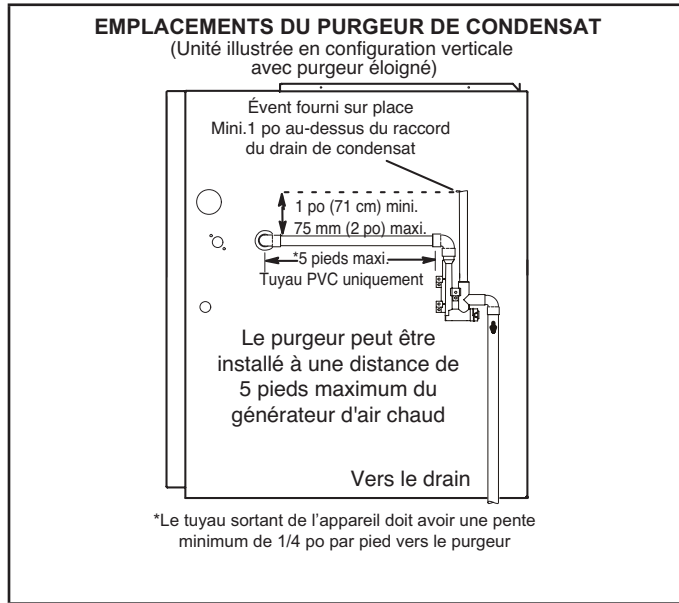
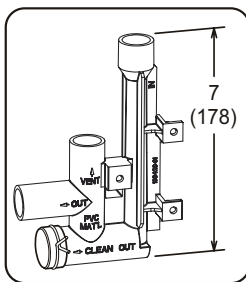

FIGURE 48
FIGURE 54
Cette unité est prévue pour une sortie à gauche ou à droite du tuyau de condensat en configuration ascendante. En configuration horizontale, le purgeur de condensat doit se prolonger en dessous du générateur. Prévoyez un dégagement d'entretien de 8 po pour le purgeur. Reportez-vous à la FIGURE 46 et à la FIGURE 48 pour les emplacements du purgeur de condensat. La FIGURE 54 illustre le purgeur avec un tuyau en PVC de 1/2 po ou de 3/4 po.
- 3 - Installez le bouchon sur l'ouverture de nettoyage à la base du purgeur. Fixez avec le collier. Reportez-vous à la FIGURE 54.
- 4 - Installez le purgeur avec des raccords en PVC appropriés et collez tous les joints. Collez le purgeur fourni comme illustré à la FIGURE 54. Acheminez le conduit de condensat jusqu'à un drain ouvert. La conduite de condensat doit maintenir une pente descendante de 1/4" entre l'appareil et le drain.